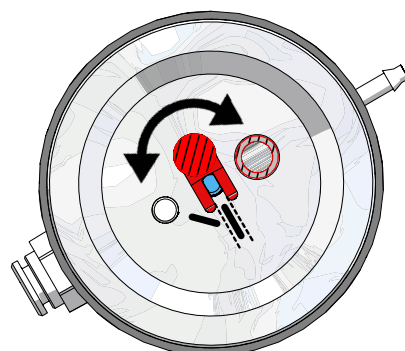

図 13
- ⇒ 25 ～ 70 μm のブラストタンクと一致するように、流入ノズルを調節しなければなりません（図13）！